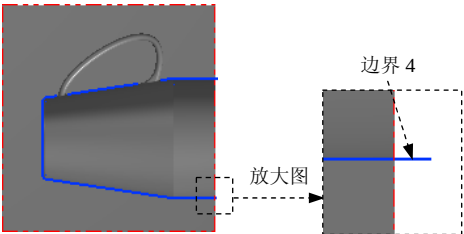

图 21.34 边界 4
Step4. 绘制边界 4。参照 Step3 的操作方法, 绘制图 21.34 所示的直线。